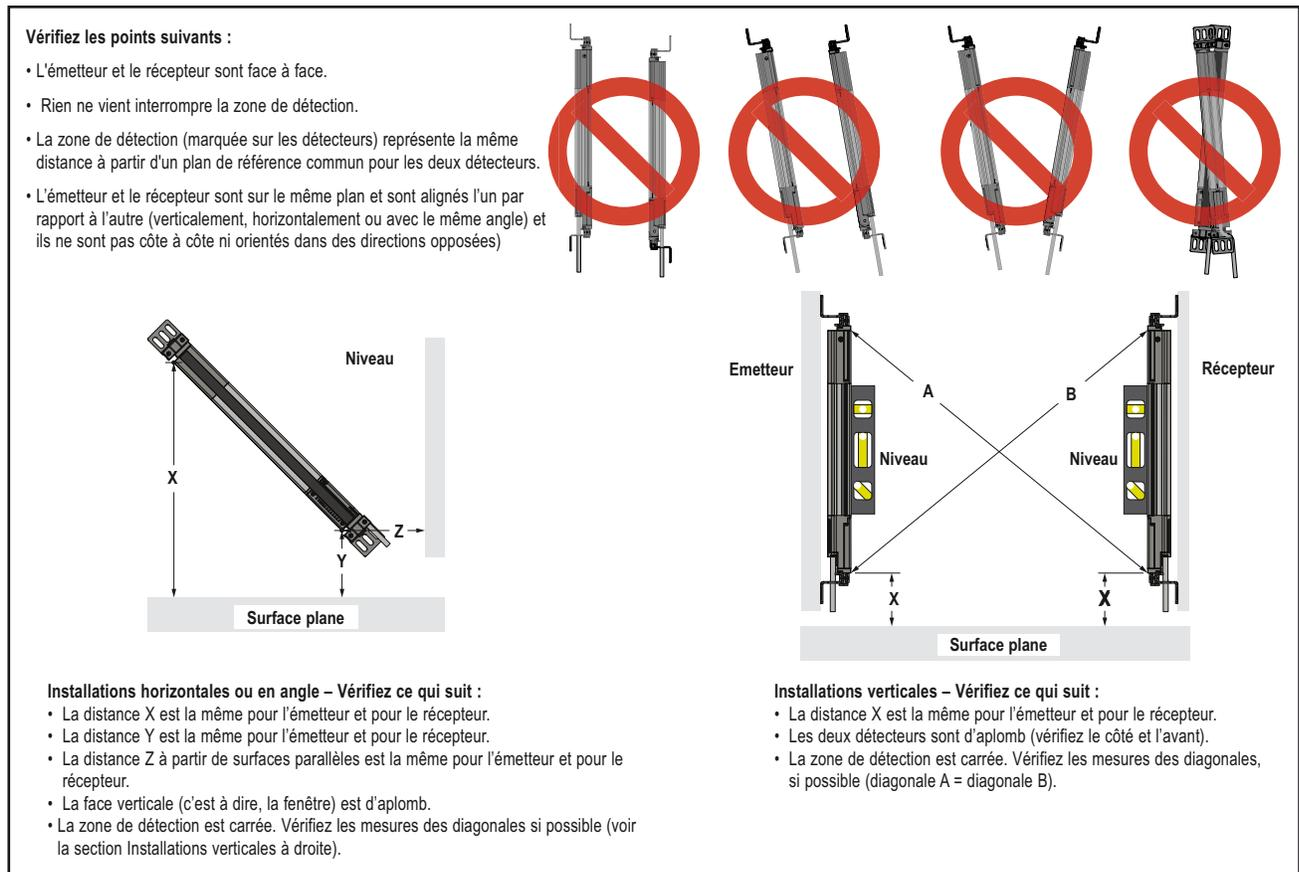

Figure 3-11. Montage des détecteurs, alignement mécanique
3. Placez l'émetteur et le détecteur dans leurs équerres, comme illustré dans la figure 3-11. Fixez, sans serrer, la plaque avant de l'équerre à l'équerre, à chaque extrémité.
4. Vérifiez que les fenêtres des détecteurs sont face à face. Mesurez leur position respective par rapport à un plan de référence (par ex. le sol) pour vérifier leur alignement mécanique. Utilisez un niveau, un fil à plomb ou l'outil d'alignement laser LAT-1 fourni en option (voir la section 2.5) ou vérifiez les distances diagonales entre les détecteurs pour déterminer s'ils sont correctement alignés (voir la figure 3-11). Les procédures d'alignement finales sont détaillées à la section 3.4.
4. Placez les fenêtres de l'émetteur et du récepteur face à face. Mesurez leur position respective par rapport à un plan de référence (par ex. le sol) pour vérifier leur alignement mécanique. Utilisez un niveau, un fil à plomb ou l'outil d'alignement laser LAT-1 fourni en option (voir la section 2.5) ou vérifiez les distances diagonales entre les détecteurs pour déterminer s'ils sont correctement alignés (voir la figure 3-11). Les procédures d'alignement finales sont détaillées à la section 3.4.